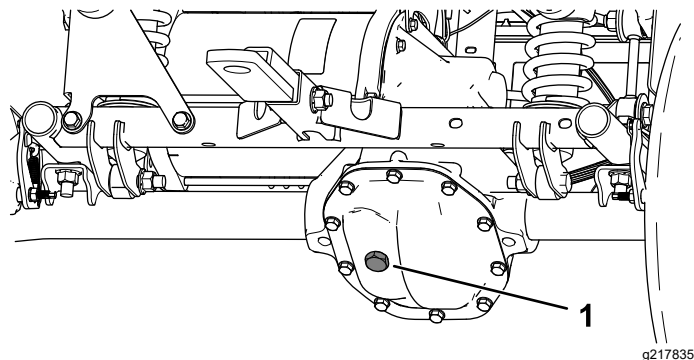

図 54
1. トランスアクスルについている補給プラグを外す 図 54。
2. オイルの量が少ない場合は、補給プラグを取り、穴からあふれ出てくるまで所定のオイルを補給する 図 54。
4. トランスアクスルの補給プラグを外して、穴から所定のオイルを入れる。補給穴からあふれ出てくるまで入れること 図 54。